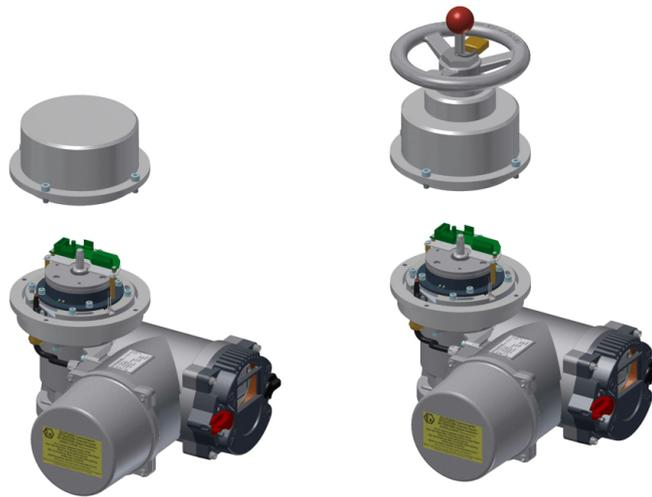

Bild 7: Öffnen des Deckels
1. Öffnen des Deckels wie in Bild 7, Seite 20.